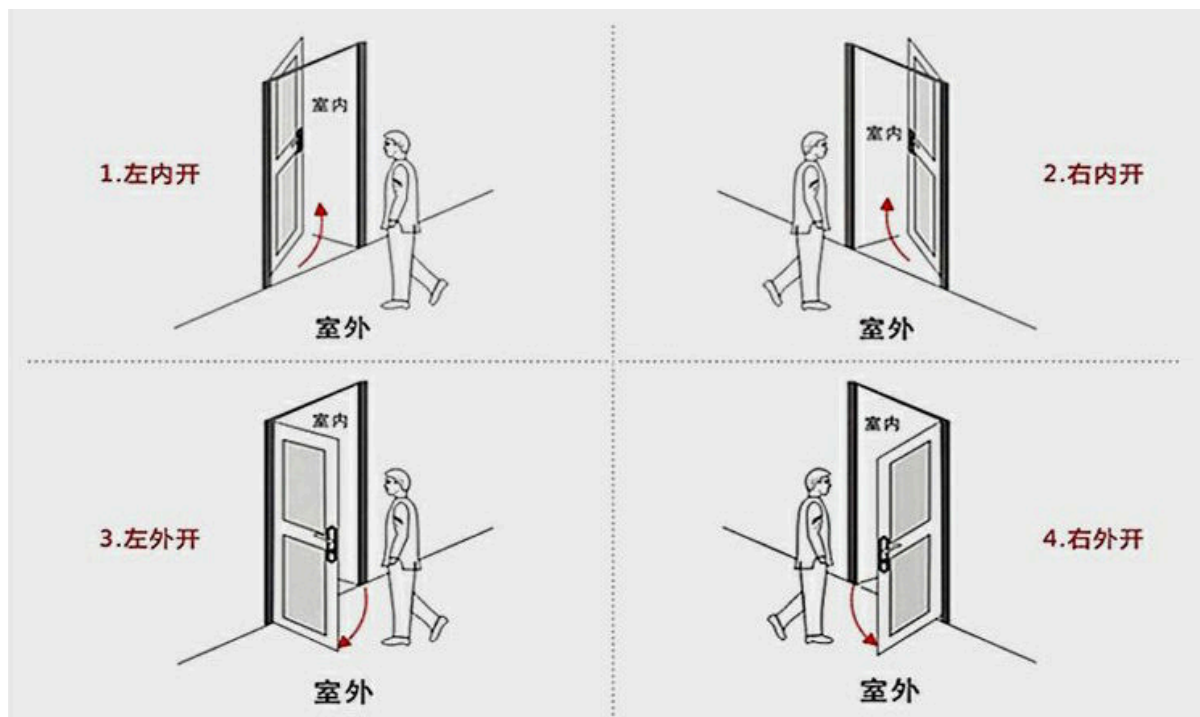

图 1
- 1.1. 锁舌与开门方向是否一致,否则须将锁舌方向调整过来。见下图 1